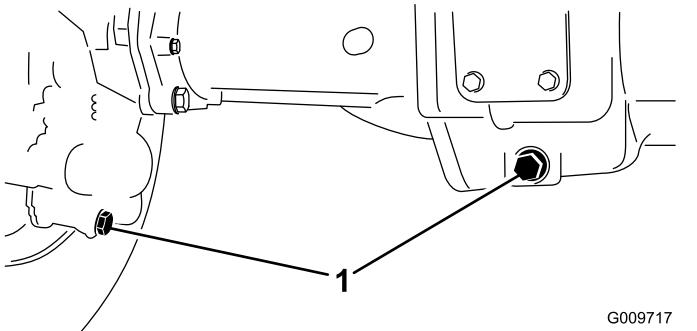

Bild 59
2. Reinigen Sie den Bereich um die drei Ablassschrauben, d. h. jeweils eine an jedem Ende und eine in der Mitte (Bild 59).